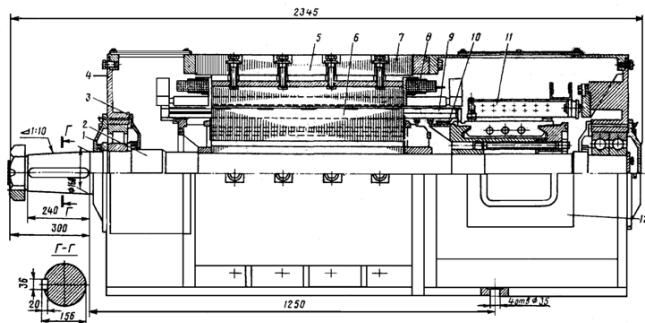

Рис. 6. Общий вид двигателя постоянного тока с высотой оси вращения $h = 450$ мм.
12. Назовите элемент 9, изображённый на рис. 6.